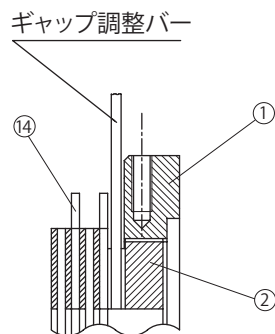

図 8-22
フィールド④側から見て左に回すとギャップが狭くなります。(図 8-22 参照)
- (4) アウターディスク⑭とセンターリング①の間には、取付ボルト③と固定ボルト⑪が交互に 6 本ずつ通っているため、ギャップ調整バーを回していくとそれらのボルトに当たります。ギャップ調整ネジ②には 8 等配の溝があり、ギャップ調整バーがボルトに当たるごとに (3) を繰り返して、ギャップ G を規定値に調整します。
- (5) ストッパー⑯を、規定ギャップに最も近い溝とネジ穴の点を選び取り付けてください。
- (6) ブレーキの手動解放を元の状態に復帰させた後、電源を入・切してブレーキ動作を確認してください。
- (7) ファン⑦、カバー⑧を取り付けます。この時ファンセットボルト⑩には、スリーボンド TB2365 を塗布してください。